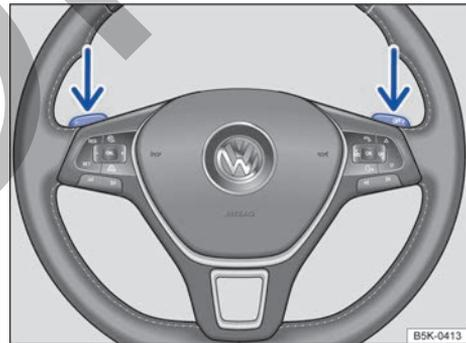

Fig. 116 Volante con levas de cambio para el Tiptronic.
- Tire de la leva derecha → fig. 116 hacia el volante para cambiar a una marcha más larga.